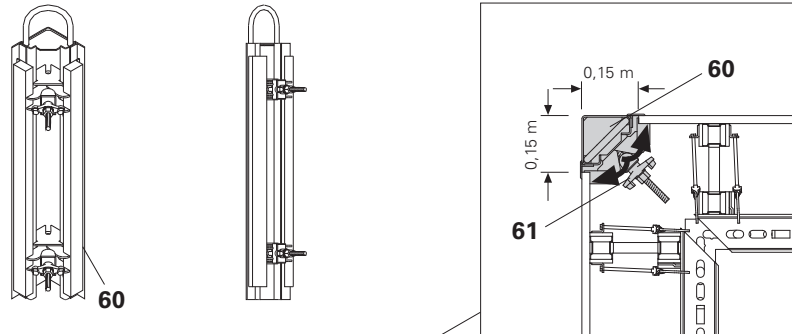

Fig. C3.02
1. Posicionar os painéis interiores e montar os cantos de descofragem rápida SSE (69) no canto.
2. Apertar as porcas de orelhas (61) nos SSE. O contraplacado é fixado depois. (Fig. C3.02)